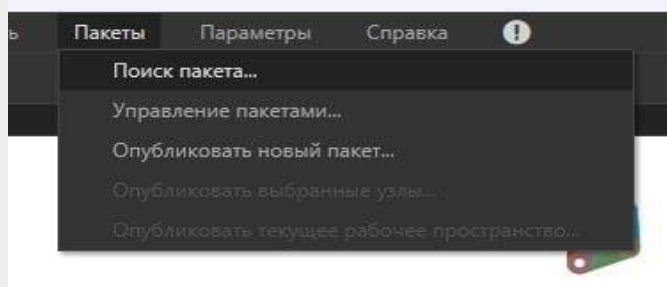

Рис. 21 – Меню в редакторе скриптов Дупато
- В редакторе скриптов Дупато, на вкладке **Пакеты** выбрать меню **Поиск пакета...** (Рис. 21).